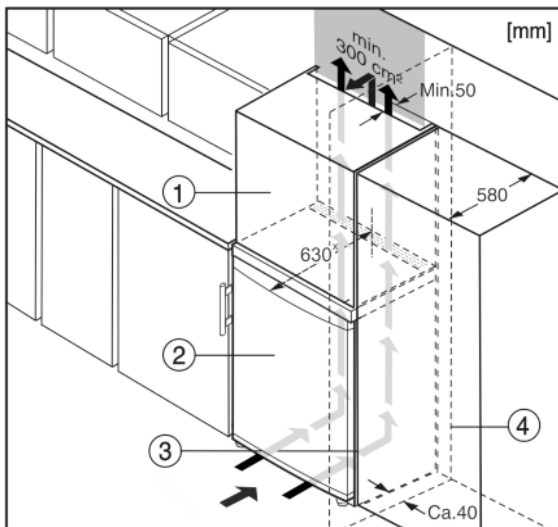

Fig. 5
- (1) Peale asetatav kapp (2) Seade (3) Köögikapp (4) Sein
Seadet on võimalik köögikappidega ümbritseda. Kohandamiseks seadet Fig. 5 (2) köögitasapinna kõrgusele, saab seadme kohale paigaldada pealiskapi Fig. 5 (1).
Köögikappidesse sisseehitamisel (sügavus max 580 mm) võib seadme vahetult köögikapi Fig. 5 (3) kõrvale üles panna. Seade ulatub 34 mm x ja seadme keskkohast 50 mm x köögikapi esiküljest ettepoole.
Kui seade paigaldatakse šarniiridega seina Fig. 5 (4) lähedale, siis peab seadme ja seina vahele jääma vähemalt 40 mm. See vastab käepideme üleulatusele avatud ukse korral.